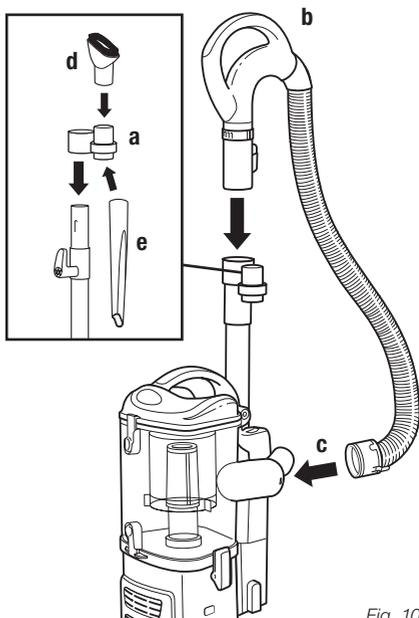

Fig. 10
- 4 Faites glisser le support pour accessoires (a), situé à l'opposé de l'enrouleur pour cordon supérieur, par-dessus le tube rallonge. Alignez l'onglet avec la rainure et enfoncez-le. (Fig. 10)
- 5 Enfoncez la poignée (b) sur la partie supérieure du tube rallonge jusqu'à ce qu'il s'enclenche (vous entendrez un « clic »). (Fig. 10)
- 6 Insérez l'extrémité du tuyau extensible (c) dans le raccord à l'arrière du corps de l'aspirateur *Lift-AwayMC*. (Fig. 10)
- 7 Rangez la brosse à épousseter (d) et le suceur plat (e) dans les logements du support pour accessoires. (Fig. 10)